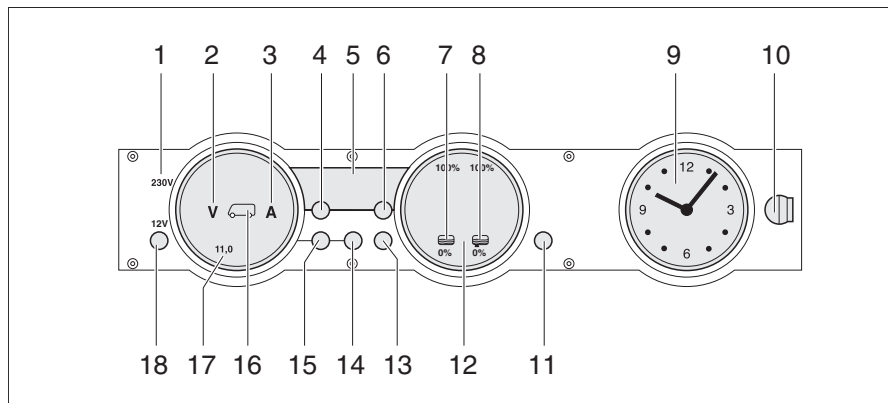

Bild 245 Panel MP 20-T
230 V-kontrollampan (Bild 245,1) lyser när nätspänningen ligger på el-blockets ingång.
Med huvudbrytaren 12 V (Bild 245,18) kopplas panelen och bodelens 12 V-försörjning till eller från.
- Tryck kort på knappen "12 V" (Bild 245,18). 12 V-försörjningen för bodelen är påslagen. Kontrolllampan "12 V" lyser.
- ▷ Efter aktivering av försörjningen: om lysdioden "11,0" för voltindikeringen samt symbolen volt "V" (Bild 245,2) på indikeringsinstrumentet för batterierna (Bild 245,17) blinkar är bodelsbatteriets spänning för låg. Ladda batteriet.
- ▷ Efter aktivering av försörjningen: om kontrolllampan "12 V", symbolen bodelsbatteri (Bild 245,16) och symbolen volt "V" (Bild 245,2) blinkar tre gånger är batterifrånkopplingen aktiverad. Avaktivera batterifrånkopplingen.
- Tryck kort på knappen "12 V" (Bild 245,18). 12 V-försörjningen för bodelen är avstängd. Kontrolllampan "12 V" slocknar.
- Tryck på knappen bodelsbatteri (Bild 245,14) och håll den intryckt i ca 10 sekunder. Symbolerna volt "V" (Bild 245,2) och ampere "A" (Bild 245,3) blinkar tre gånger. Bodelsbatteriet är frånkopplat från 12 V-nätet.
- Tryck på knappen "12 V" (Bild 245,18) och håll den intryckt i ca 5 sekunder. Symbolen volt "V" (Bild 245,2) blinkar tre gånger. Bodelsbatteriet är anslutet till 12 V-nätet. Kontrolllampan tänds efter ca 2 sekunder.
- Tryck på knappen bodelsbatteri " (Bild 245,14). Symbolen volt "V" (Bild 245,2) lyser. Symbolen ampere "A" är vit eller röd beroende på laddning eller urladdning. Batterispänningen och strömmen för bodelsbatteriet visas via lysdioderna på indikeringsinstrumentet.
- Tryck på knappen startbatteri " (Bild 245,15). Symbolen volt "V" (Bild 245,2) lyser. Startbatteriets spänning visas via lysdioderna på indikeringsinstrumentet.
- Tryck på knappen tank  (Bild 245,13). Symbolerna vattentank  (Bild 245,7) och avloppstank  (Bild 245,8) lyser. Nivån i vattentanken (vänster skala) och i avloppstanken (höger skala) visas via lysdioderna på indikeringsinstrumentet.
Symbolen volt "V" (Bild 245,2) och lysdioden "11,0" blinkar när batteriets spänning sjunker under 11 V (mätning under pågående drift) och det finns risk för en djupurladdning.
Symbolen vattentank "🚰" (Bild 245,7) eller symbolen avloppstank "🚰" (Bild 245,8) blinkar när vattentanken är tom eller när avloppstanken är full.